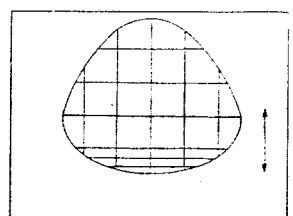

Bild 4
- d) Stellen Sie die vertikale Symetrie so ein, daß Sie eine symmetrische Linearität zwischen oberen und unteren Bild erhalten (Bild 4).